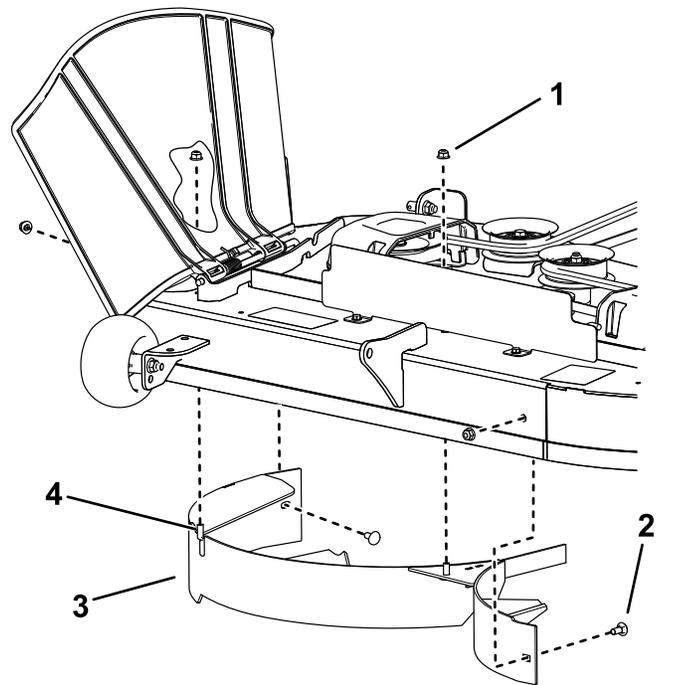

Figura 12
4. Retire las 2 contratuercas (5/16") de los espárragos soldados del deflector (Figura 12).
1. Contratuerca – 5/16" (4)
2. Perno de cuello cuadrado – 5/16" x 3/4" (2)
4. Espárrago soldado (2)
- Retire los 2 pernos de cuello cuadrado y las 2 contratuercas que fijan el deflector a la carcasa y retire el deflector (Figura 12).
- Localice los 2 pernos en las piezas sueltas y utilice las contratuercas existentes para instalar estas fijaciones en los taladros utilizados para los espárragos soldados (Figura 12) para evitar que se arrojen residuos al aire.